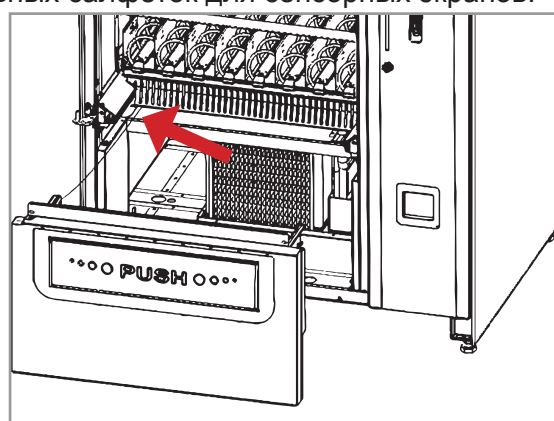

Рисунок 44 - Клемма заземления
- Отсоедините клемму заземления лотка от шпильки на корпусе автомата (см. рис.44).